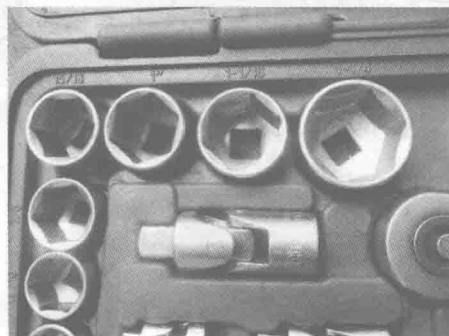
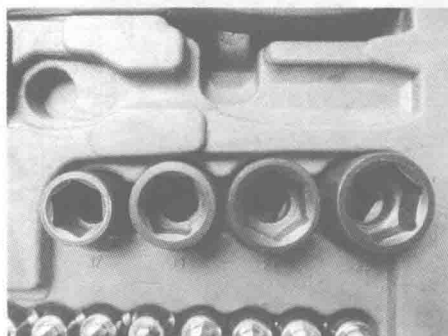
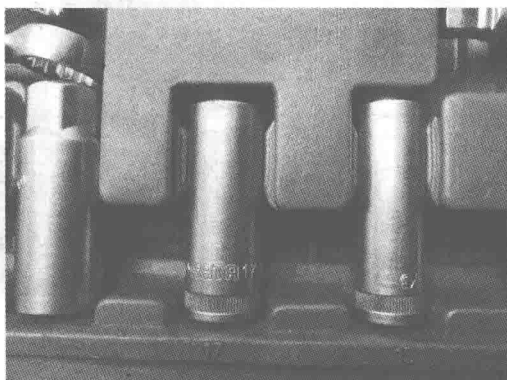

图 1-1-3 薄壁浅腔套筒
图 1-1-4 厚壁浅腔套筒
图 1-1-5 深腔套筒
- 1) 应尽量用浅腔套筒（图 1-1-3、图 1-1-4），少用深腔套筒（图 1-1-5），因为深腔套筒容易使紧固螺栓、螺母滑扣；薄壁套筒不能作为冲击套筒使用。